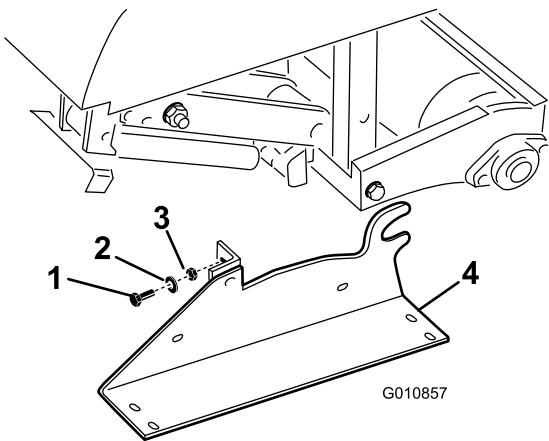

Figura 31
2. Retire os parafusos, as anilhas de bloqueio e as porcas que fixam os suportes de armazenamento em cada extremidade do arejador (Figura 31).